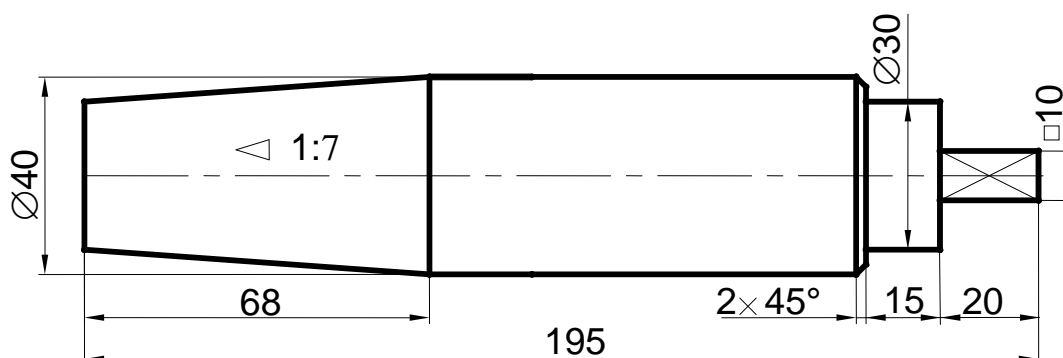

Рис. 2.22
Наприклад (рис. 2.22), якщо діаметр більшої основи $D = 40$ мм, висота $h = 70$ мм, конусність $1:7$, то величина меншої основи визначається наступним чином:
Послідовність виконання завдання розглянемо на прикладі креслення, представленого на рис. 2.22.
7. Нанести розміри згідно вимог стандарту (рис. 2.22).